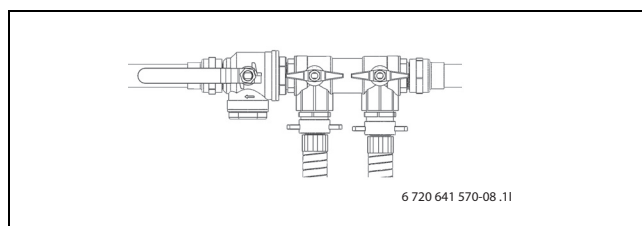

Bild 21 Påfyllnadssats i normalläge
- ▶ Vrid ventilerna på påfyllnadssatsen till normalläge (→ Bild 21) och stäng av pumpen på påfyllnadsstationen.